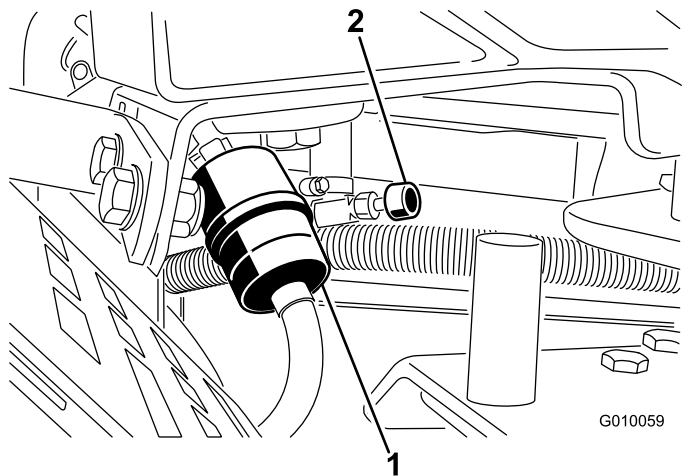

图51
2. 关闭燃油切断阀 图51。
3. 将软管夹的两端挤压到一起、将它们滑离滤清器 (图51)。
5. 安装新的滤清器、并将软管夹移近滤清器 图51。
7. 打开燃油切断阀 图51。
3. 松开燃油滤清器上的软管夹、沿燃油管向上滑动、使之离开燃油滤清器 图51。
4. 从燃油滤清器上拉出燃油管 图51。打开燃油切断阀让汽油排入汽油罐或放油盘。
5. 将燃油管安装到燃油滤清器上。将软管夹滑近燃油滤清器、固定燃油管 图51。